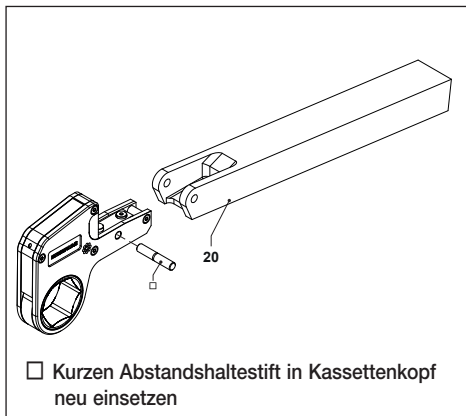

Abb. 6
3.4.1 Anbringen der Verlängerung des Abstützarms der WTE-Serie (Abb. 6)
- Setzen Sie die Kassette in die Aussparung der Verlängerung des Abstützarms (20) der WTE-Serie ein, indem Sie die Löcher im Arm am Loch in der Kassette ausrichten.